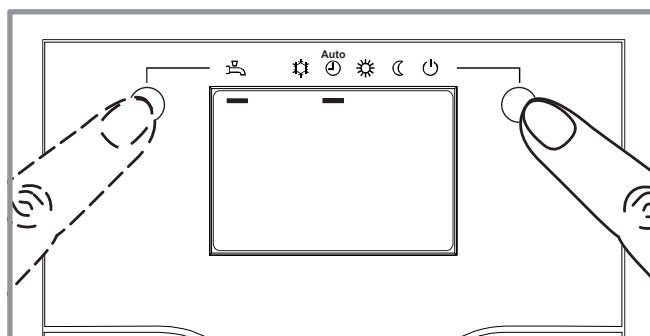

figura 6 - Selección del modo de calefacción AUTO y selección del modo de ACS
- Seleccione el modo de calefacción "AUTO" (figura 6).
- Seleccione el modo de ACS (figura 6).